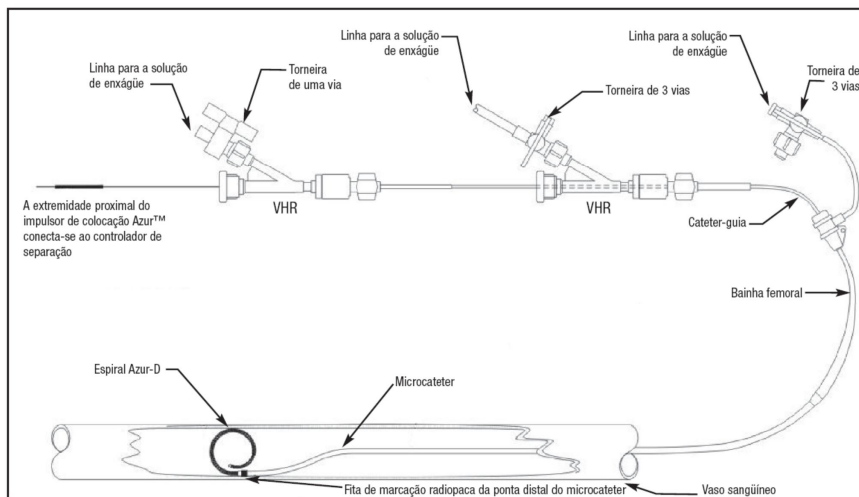

Figura 1 - Diagrama de Montagem do Sistema Endovascular Periférico de Espiral para Embolização Azur™
1. Consulte o diagrama de montagem na Figura 1.